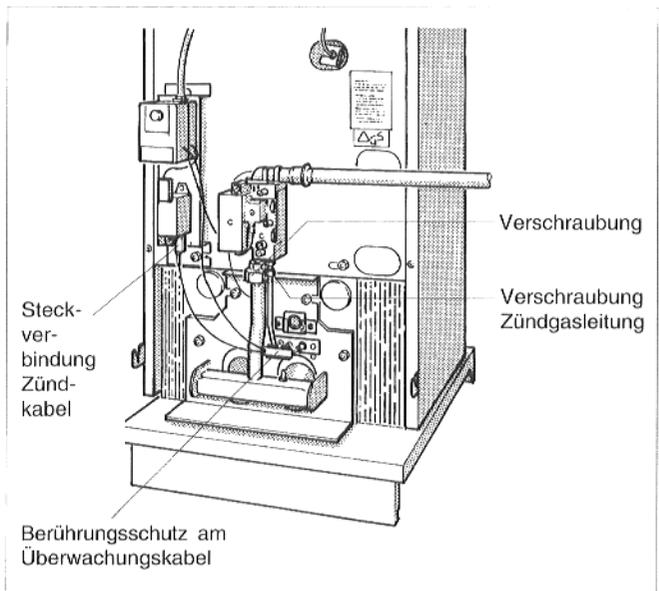

Abb. 2: Gasbrenner
- Steckverbindung des Zündkabels an der Brennersteuerung lösen (Abb. 2).
- Berührungsschutz am Überwachungskabel entfernen und Steckverbindung lösen (Abb. 2).
- Verschraubung der Zündgasleitung an der Armatur lösen (Abb. 2).
- Gasbrenner an der Verschraubung von der Armatur trennen (Abb. 2).